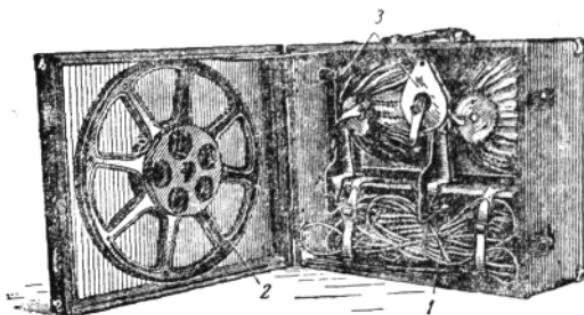

图 2 揭声器箱打开后的情况
3. 揭声器箱 如图 2 所示，机箱内由横板分成上下两个部分。上面有用螺丝固定在机箱面板上的纸盆扬声器 2 只，外面用黑布罩住，以防灰尘杂物侵入。下面有带插头的扬声器导线 1 根（图中 1）。横板上还夹有 16 毫米倒片机 1 副（图中 3），机箱盖上挂着大小片盘各 1 只（图中 2）。